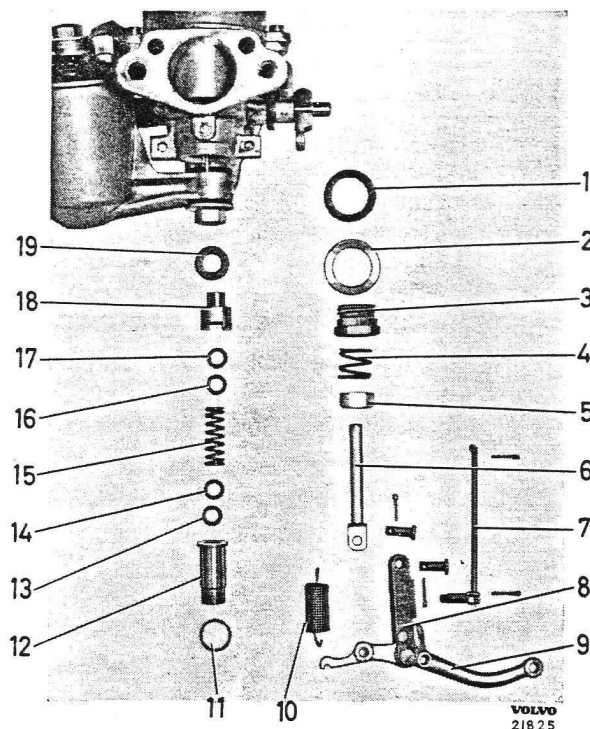

Bild 1-82. Düseninheit zerlegt (SU)
2. Bolzen für den Düsenkopf und den oberen Bolzen für den Gelenkhebel herausziehen und Gelenkhebel dann abnehmen. Siehe Bild 1-82.